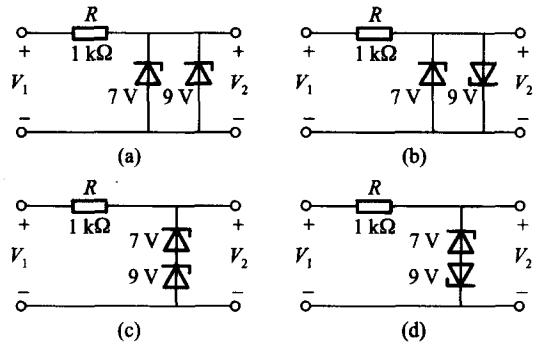

图 1-7
(5) 两个稳压二极管，稳压值分别为 7 V 和 9 V，将它们组成图 1-7 所示的四种电路，设输入端电压 V_1 值是 20 V，求各电路输出电压 V_2 的值是多少？
(6) 两个稳压值为 8 V 的同型号稳压管，可能组成几种不同的电路接法？哪种情况动态电阻最小？哪种情况温度稳定性最好？